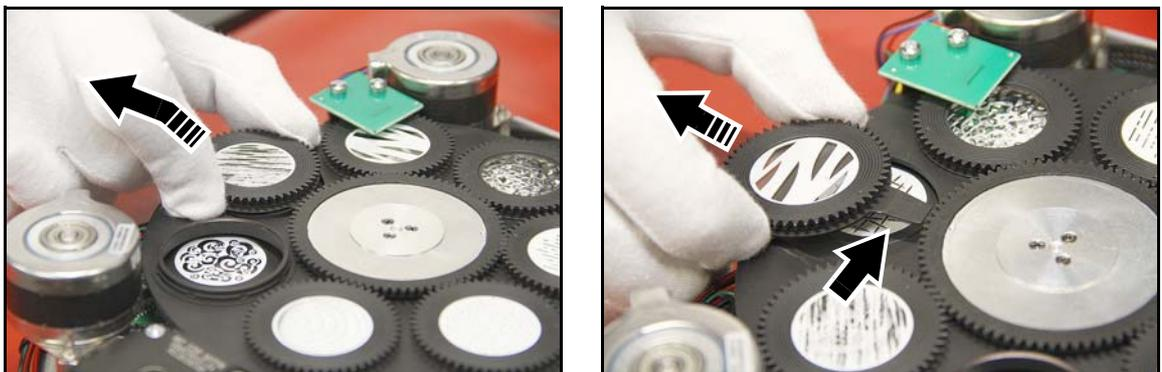

Figure 16: Dépose d'un gobo tournant
10. Voir Figure 16. Avec les repères alignés, soulevez légèrement le bord extérieur du support du gobo et sortez celui-ci de la roue du gobo. Notez comment la languette du porte-gobo (voir ci-dessous) s'engage dans la roue. Vous devrez réinstaller le support de gobo sur la roue avec la languette dans la même position.